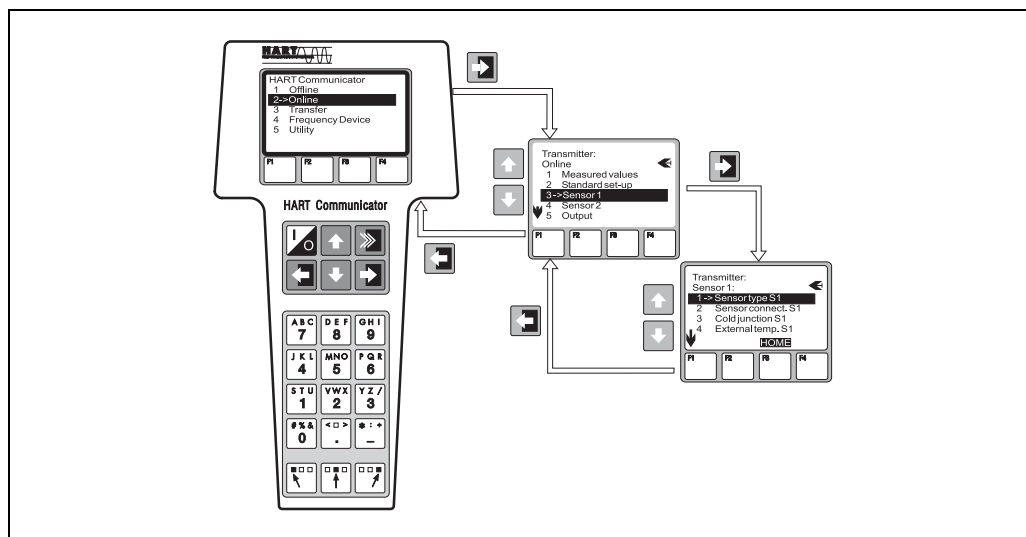

図 11: ハンドヘルドモジュールによる設定 (一例として Sensor input (センサ入力) を説明)
- 測定装置が接続されている場合 : 機器機能マトリックスの 1 段目のメニューが表示されます (図 11 を参照)。HART® からアクセス可能なすべての機能が、このマトリックスに系統的に収められています。